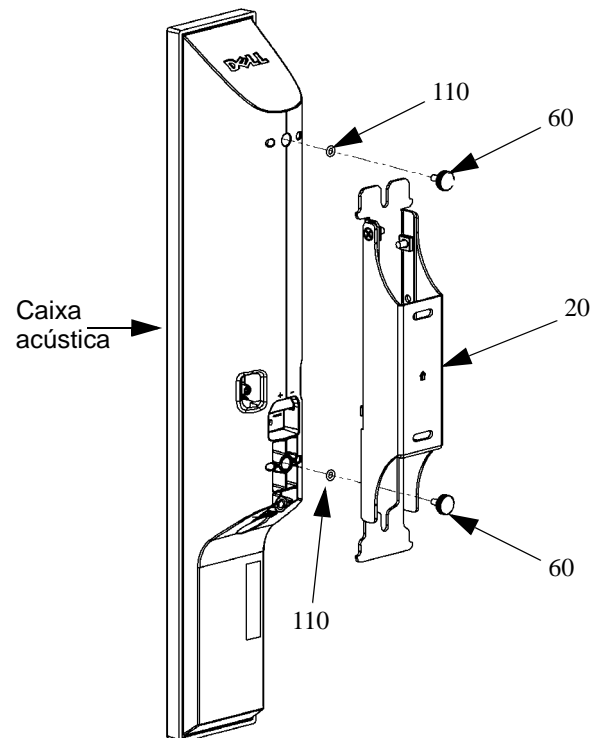

Figura 14. Instalação da caixa acústica usando dois parafusos de aperto manual
1. Instale dois parafusos de aperto manual (50) e dois anéis "O" (110) nos furos rosqueados da caixa acústica. Não aperte os parafusos de aperto manual ainda (consulte a figura 14).
3. Coloque a caixa acústica no suporte de parede (20), assegurando-se de que cada parafuso de aperto manual esteja posicionado em uma das aberturas em "U" existentes na parte central do suporte.
4. Aperte com a mão os dois parafusos de aperto manual (50), para prender a caixa acústica no lugar.